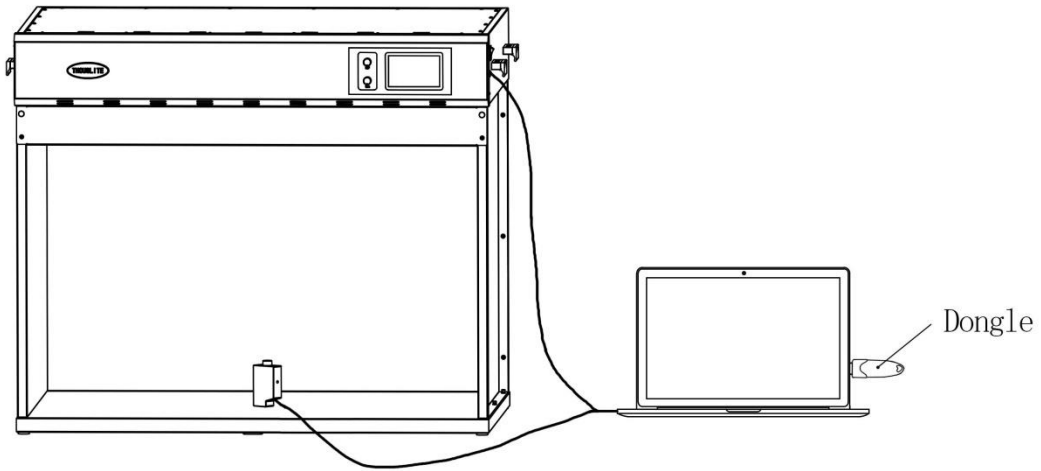

图 3.6 推荐的系统设置
参考图 3.6 搭建您的系统, 图中测量设备为 CL500A, 如果您使用的是 THOUSLITE FS 光谱照度计, 请参照 CL500A 放置。**请注意, 测量设备测量头应尽量放置在光源箱中间位置或样品放置位置。**与电脑相连的有 LEDView 光源箱、测量设备和软件狗。另外, 请关闭光源箱所处房间内的其他光源 (拉上窗帘) 以尽量减少环境光的影响。
- 连接 **THOUSLITE FS 光谱照度计** 时，软件打开后首次点击 *Measure* 会提示先进行暗场校准，此时请旋上测量头保护盖，见图 4.9，然后进行暗场校准；校准完成后，将光谱照度计放置于需要观察箱内测量的位置上，与图 3.6 类似。
- 当连接 **Konica Minolta CL500A** 时，无需校准，将其直接放置于需要测量的工作平面上，与图 3.6 类似。